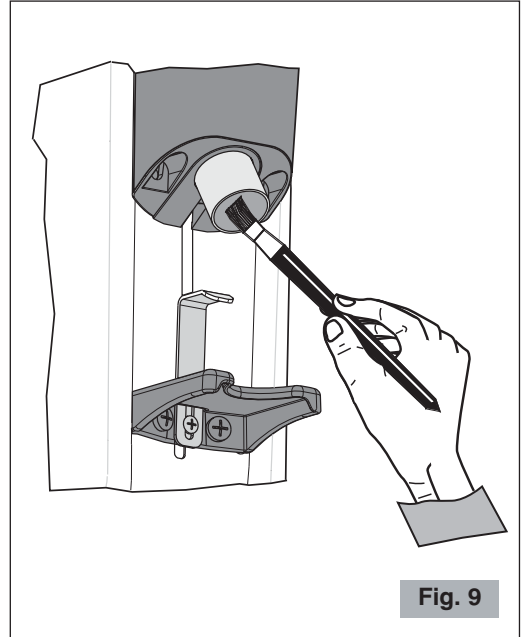

Fig. 9
- Utilizar un cepillo o un pincel (Fig. 9) para limpiar las zonas más escondidas en su interno o un paño seco para las otras superficies.